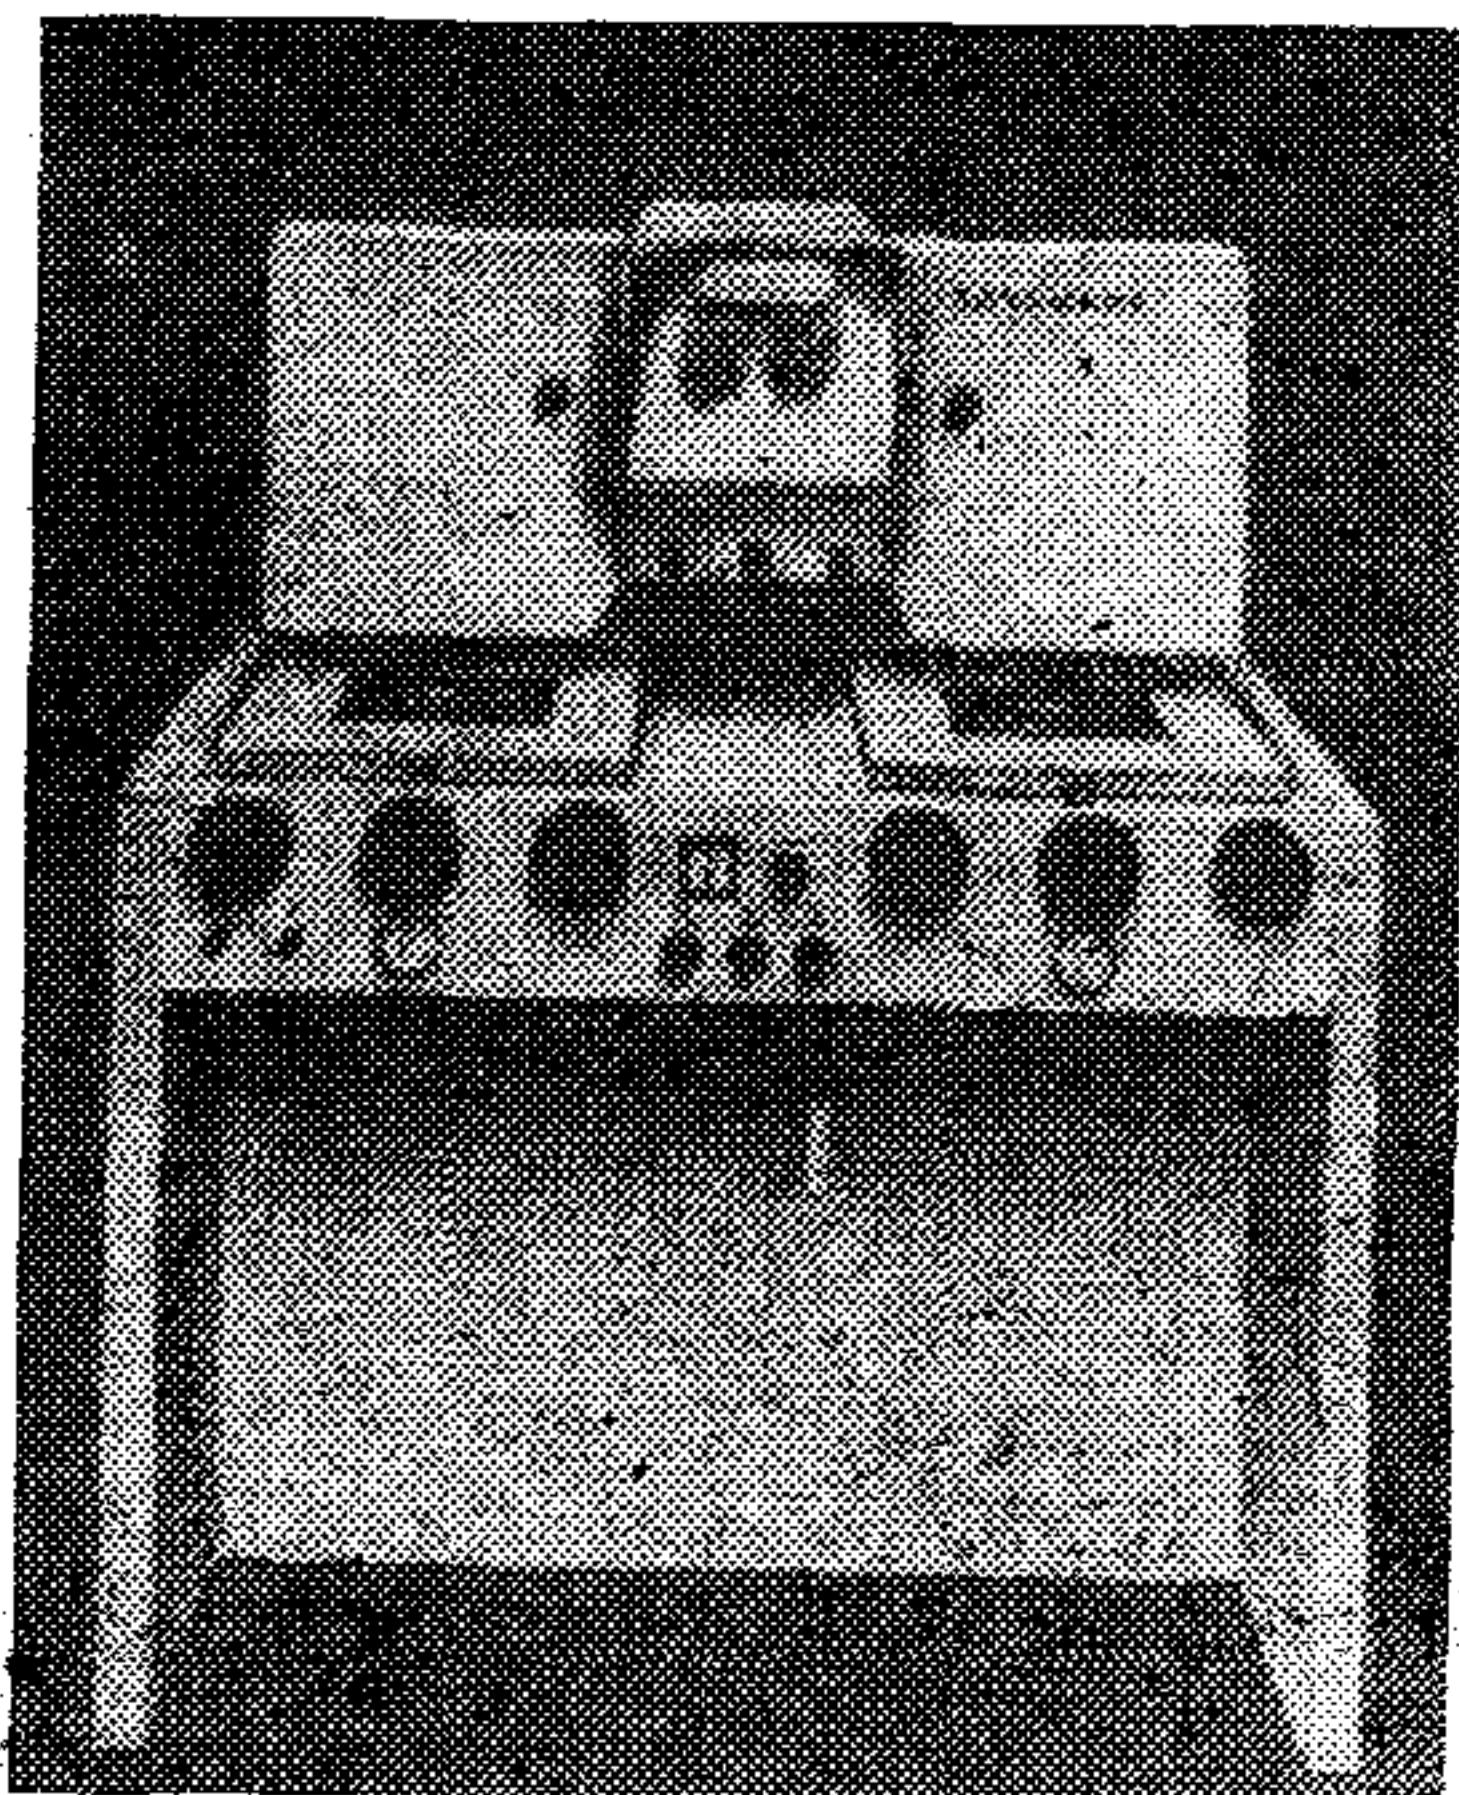

Рис. 36. Трансмарк
7.6. Трансмарк (рис. 36) предназначен для выбора, идентификации и бесконтактной маркировки точек на фотоснимках. Представляет собой прибор для стереоскопического наблюдения снимков с устройством для маркировки точек. Бесконтактная маркировка производится с помощью лазерного луча. Для обработки пригодны снимки, полученные на прозрачной основе. Предусмотрена возможность раздельного или совместного маркирования точек на фотоснимках стереопары. Фотоснимки освещаются проходящим светом, яркость которого можно регулировать для каждого снимка независимо. Конструкция осветительного устройства ускоряет процесс наведения на маркируемые точки. В приборе предусмотрено независимое перемещение кассет со снимками в направлении осей  $X$  и  $Y$  на  $\pm 5$  мм и по вертикали (для фокусировки) на 10 мм. Возможен плавный оптиче-